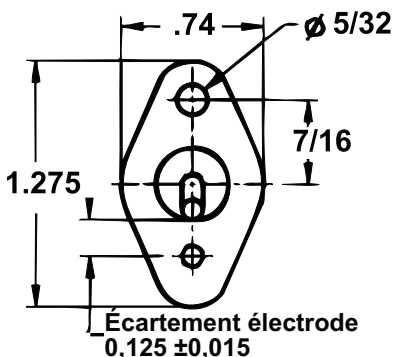

Figure 30. Vue avant de l'allumeur illustrant l'écartement de l'électrode
- d. L'écart de l'électrode (voir Figure 30) doit être de 1/8 pouce (3.2 mm).